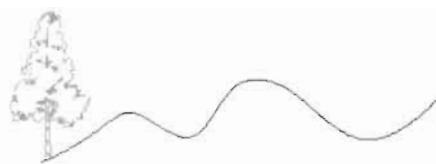

图 4-66
(1) 打开配套光盘的“操作示例 4-9.dwg”文件，如图 4-66 所示。
(2) 单击“修改”工具栏中的“路径阵列”按钮 ，将树沿样条曲线复制出 4 个，命令执行过程如下。